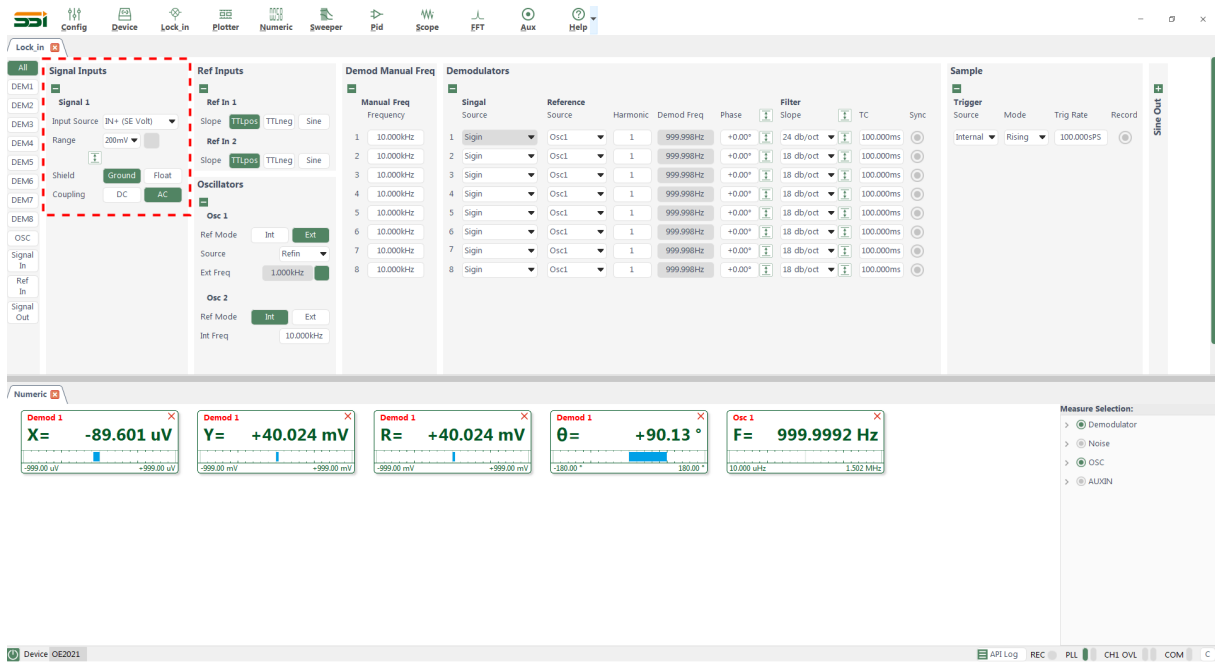
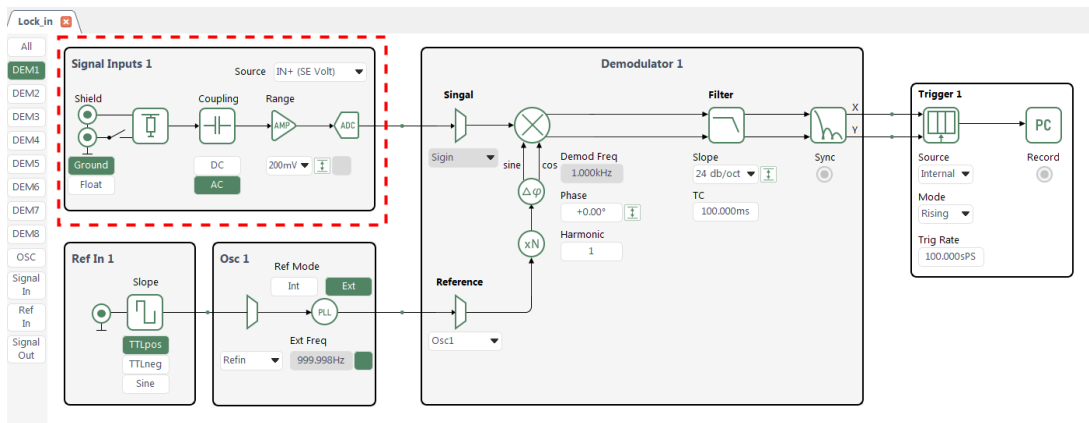

图 31. 输入信号配置区域
图 32. 流程框图的输入信号配置区域
1. 根据表2配置，在输入信号配置中修改输入信号类型、输入耦合方式和输入量程，其它选项默认，如图31和图32所示，选择其中一种方式进行修改。